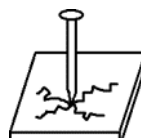

Рис.3
3.4. Если основание пошло трещинами и разлетается на осколки - оно слишком хрупкое. Осколки могут серьезно поранить Вас и окружающих. Также может произойти сквозной прострел базового материала, что чревато еще более серьезной травмой (см. рис.3). Основание не подходит для использования технологии прямого монтажа.